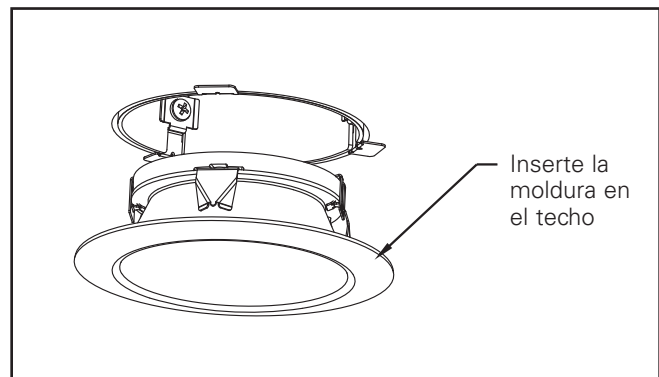

Figura 5
1. Inserte la moldura en la abertura del módulo LED hasta que esté a ras contra el techo (consulte la figura 5).